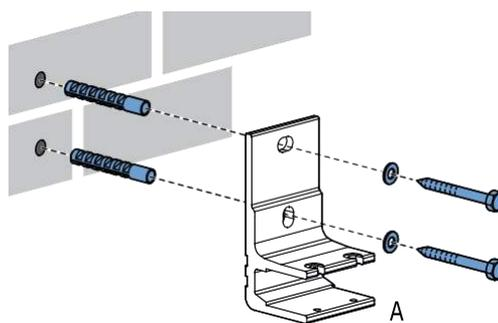

fig. 1.3a Monteren muursteen
Montez les supports muraux (A) et serrez solidement les boulons. Voir figure 1.3a et b.